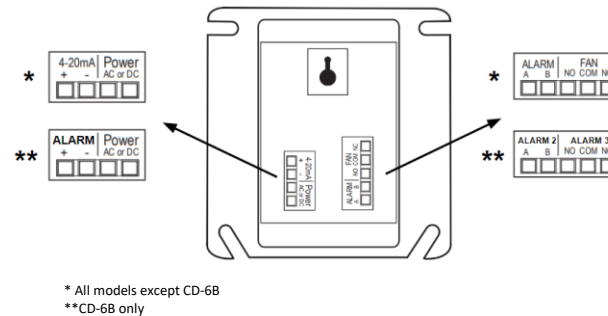

Figure 1 Low Voltage Detector (6 Series) Rear View and Connectors
- Connect the device to the control cables with terminal plugs. Connect the cable to corresponding terminal modular connector (refer to Figure 1 and 2).
- Relay connectors labeled 'A' and 'B' can be configured to normally open (NO) or normally closed (NC) via configuration menu.
- Connecter l'appareil aux câbles de commande à l'aide de fiches de borne. Brancher le câble au connecteur modulaire de la borne correspondante (se reporter aux Figures 1 et 2).
- Les connecteurs de relais libellés « A » et « B » peuvent être configurés pour être normalement ouverts (NO) ou normalement fermés (NF) via le menu de configuration.